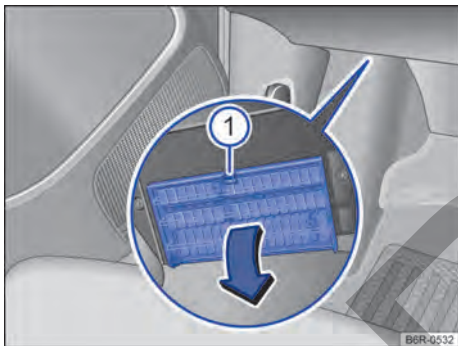

Fig. 110 En el lado del conductor debajo del panel de instrumentos: abra la cubierta de la caja de fusibles.
- **Abrir:** presione la palanca de bloqueo → **fig. 110**  hasta que se abra la cubierta.